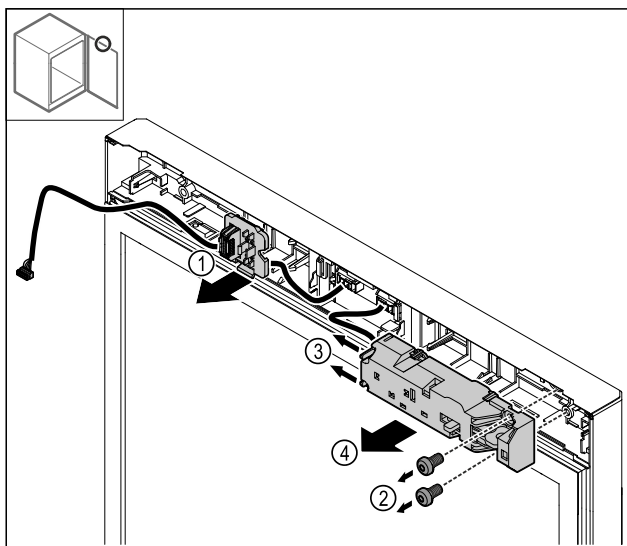

Fig. 27
- Stekkerhouder Fig. 27 (1) losklikken.
- Schroeven Fig. 27 (2) verwijderen.
- Vergrendelingslipjes Fig. 27 (3) opzij duwen en het elektrische slot Fig. 27 (4) wegnemen.